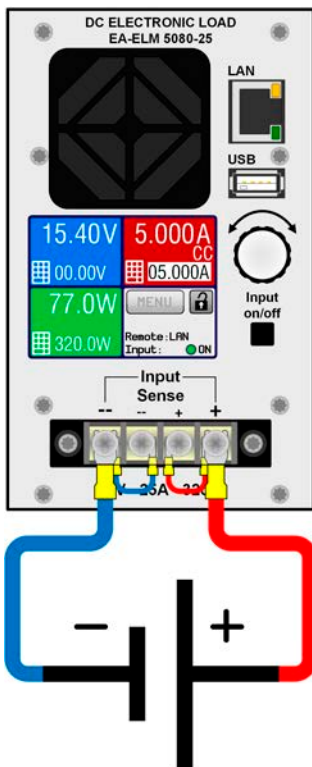
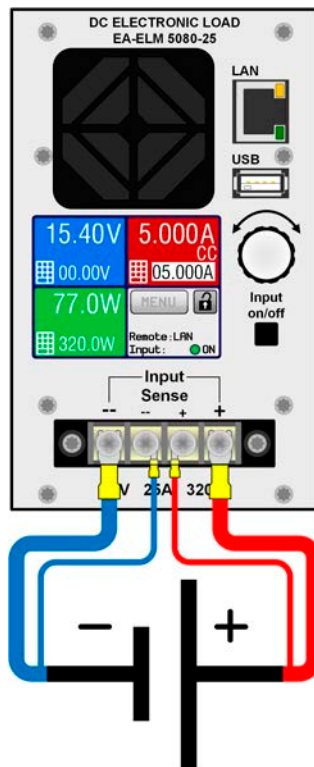

Imagen 10 - Ej. cableado sin detección remota (enlazado)
Imagen 11 - Ej. cableado con detección remota conectado a la fuente
- La detección remota es solo eficaz durante un funcionamiento de tensión constante (CV) y para otros modos de regulación, la entrada de detección se debe desconectar en la medida de lo posible porque conectarla generalmente incrementa la tendencia a la oscilación
- Los cables de detección se deben conectar del Sense+ al + y del Sense- al - en la fuente, de lo contrario, la entrada de detección de la carga electrónica podría resultar dañada. Para un ejemplo, véase *Imagen 11*.
Para ambas situaciones vea los ejemplos de cableado en *Imagen 10* y *Imagen 11*.